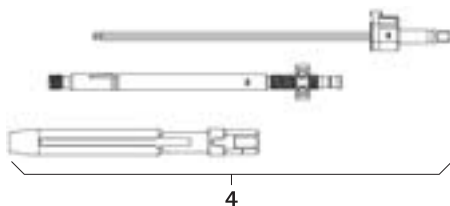

Рис. 10
- Установить рукоятку для репозиции 4, см. Рис. 10.